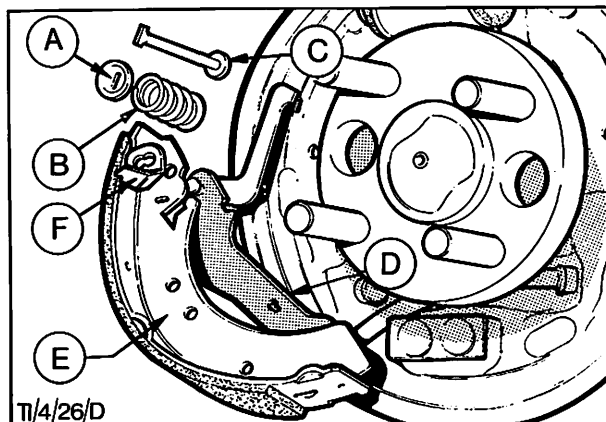

Abb. 49 Einzelteile – hintere (Ablauf-) Bremsbacke
3. Federteller A, Feder B und Haltestift C, Abb. 49, entfernen. Schwinghebelsicherung F abnehmen und Bremsbacke E vom Schwinghebel D trennen.